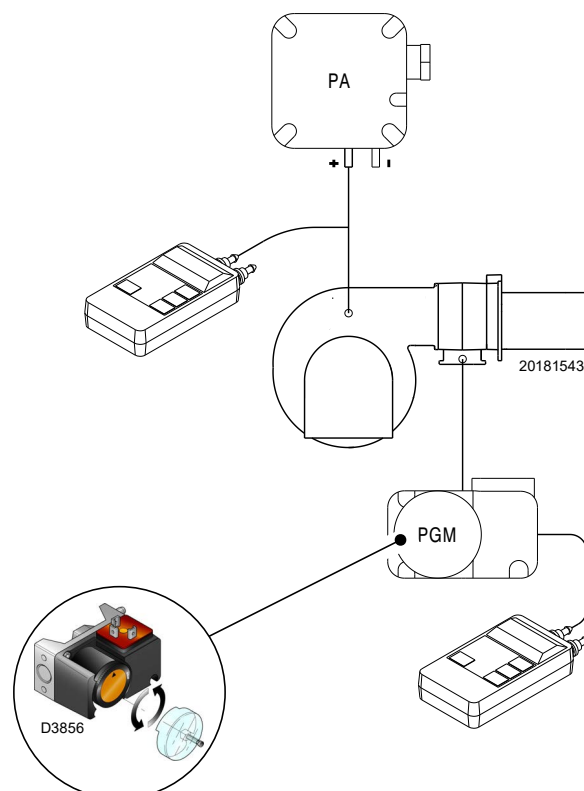

Fig. 28
- Régler le pressostat gaz maximum (Fig. 28 à la page 31) en fin d'échelle.
Effectuer le réglage du pressostat gaz seuil maximum (Fig. 28) après avoir effectué tous les autres réglages du brûleur avec le pressostat gaz seuil maximum réglé en fin d'échelle.